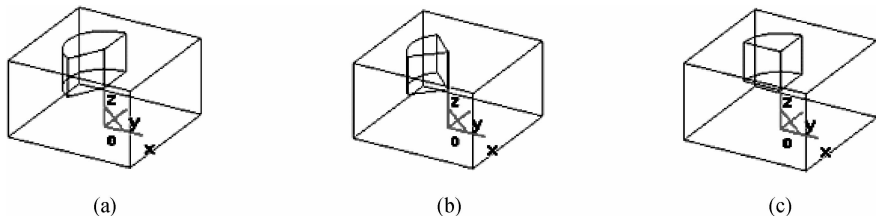

图 3-17 旋转除料的类型
(1) 单向旋转。单向旋转是指按照给定的角度值进行单向的旋转除料,如图 3-17(a)所示。
(2) 对称旋转。对称旋转是指以草图为中心,向相反的两个方向进行旋转除料,角度值以草图为中心平分,如图 3-17(b)所示。
(3) 双向旋转。双向旋转是指以草图为起点,向两个方向进行旋转除料,分别输入“角度 1”和“角度 2”的值,如图 3-17(c)所示。